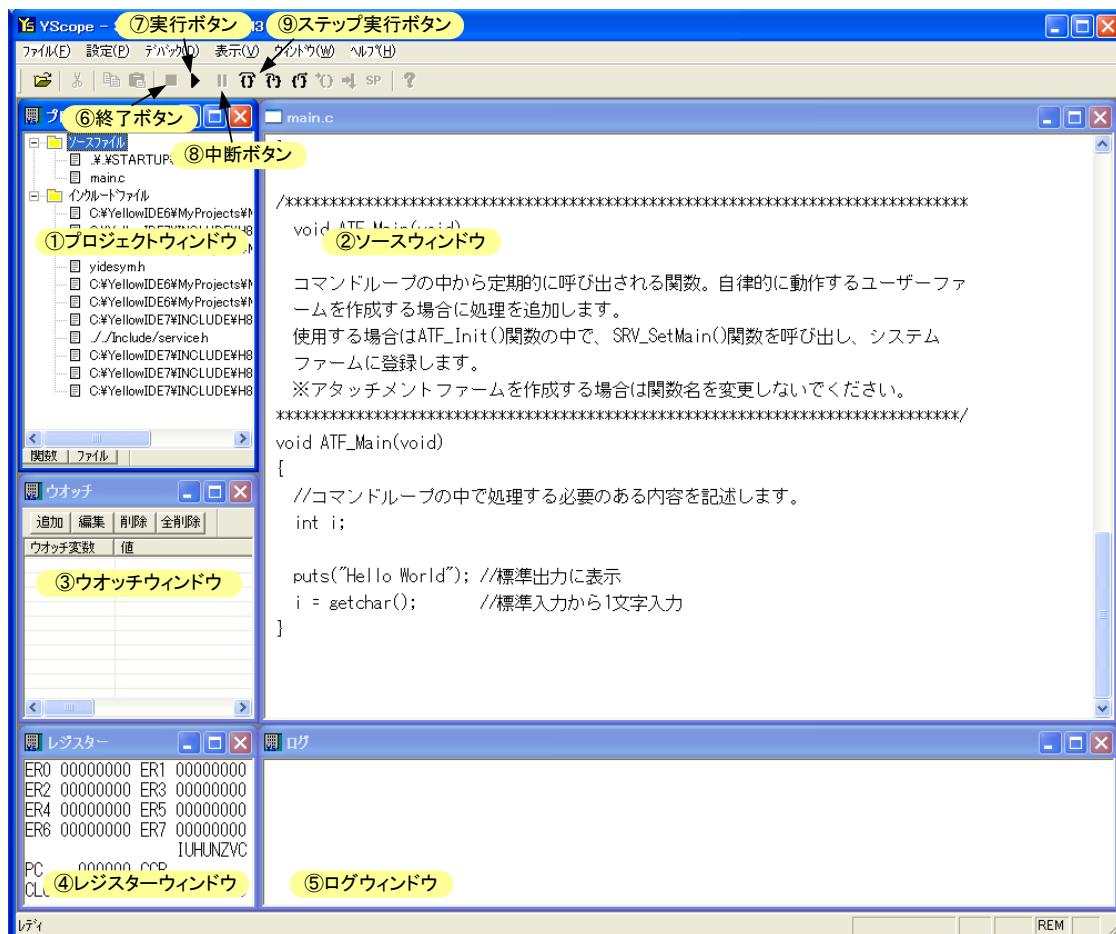

図 22 『イエロースコープ』の画面
以上が完了したら『YellowIDE』画面の【イエロースコープ起動】ボタンを押します。図 22 は『イエロースコープ』の画面です。
- ① プロジェクトウィンドウ - プロジェクトのファイルを表示します。ファイル名をダブルクリックするとソースウィンドウが開きます。
- ② ソースウィンドウ - ソースファイルを表示します。
- ③ ウオッチウィンドウ - 変数の内容を確認したり、編集したりする場合に使用します。
- ④ レジスターウィンドウ - マイコンのシステムレジスタ、汎用レジスタの内容を表示します。
- ⑤ ログウィンドウ - デバッグ中のプログラムの標準出力やデバッグ出力を表示します。
- ⑥ 終了ボタン - プログラムの実行を終了します。
- ⑦ 実行ボタン - プログラムを実行します。キーボードの[F5]キーでも同様の操作ができます。
- ⑧ 中断ボタン - 実行中のプログラムを一時中断します。
- ⑨ ステップ実行ボタン - プログラムを1行ずつ実行する場合に使用します。
- 図 22 の各ウィンドウが表示されない場合は、[表示]メニューから必要なウィンドウを表示することができます。